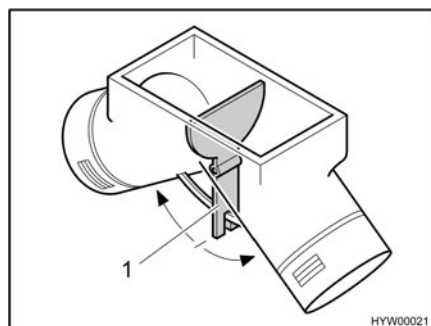

Fig. 104 Ventilador de circulación de aire, tapa de ajuste en posición central
En la posición central, el aire caliente se distribuye uniformemente sobre ambas salidas de aire caliente. La palanca de mando (Fig. 104,1) para la tapa de ajuste se ha incorporado bajo la tapa del suelo en el armario ropero.
- Accionar la palanca de mando (Fig. 104,1) en la dirección de la flecha hasta alcanzar la posición deseada.